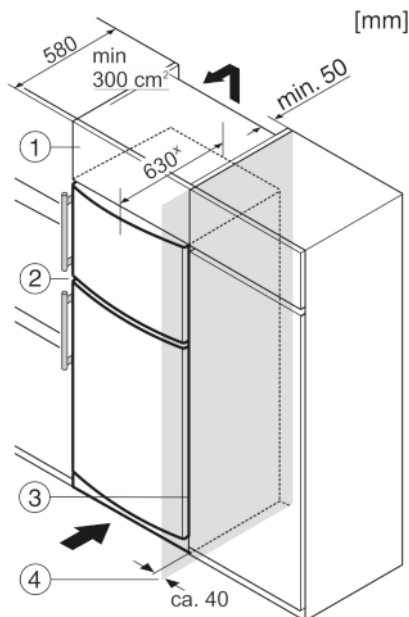

Fig. 9
- (1) Mobile da appoggio (3) Mobile da cucina
(2) Apparecchio (4) Parete
L'apparecchio può essere incassato in mobili da cucina. Per adattare l'apparecchio Fig. 9 (2) all'altezza della cucina componibile, è possibile applicare sopra l'apparecchio un mobile da appoggio Fig. 9 (1).
Se la cucina possiede armarios (profundidad máx. 580 mm), el aparato se puede colocar directamente junto al armario de cocina Fig. 9 (3). El aparato sobresale 34 mm* por los lados y 50 mm* en el centro del aparato respecto al frente del armario de cocina.
Se l'apparecchio con cerniere viene installato accanto ad una parete Fig. 9 (4), la distanza minima fra l'apparecchio e la parete deve essere almeno di 40 mm, che corrisponde alla sporgenza della maniglia con la porta aperta.